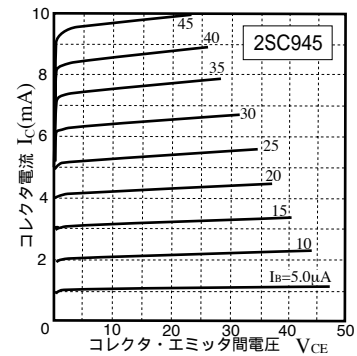

図6
(D) **A級増幅** 図6に代表的なトランジスタの特性図( $V_{CE}-I_C$ 特性図)を示す。
- ①回路盤に何も接続されていない事および電源スイッチが OFF であることを確認して、電源プラグをコンセントに差し込む。
- ②  $R_B$ 、 $R_C$  を左（反時計方向に）いっぱい回しておく。 $R_o$  は 0 に合わせる。
- ③メーター（V、mA、 $\mu A$  計）をそれぞれ回路盤の対応する端子に、極性を間違わないように接続する。この時、メーターが正しく 0 を指していることを確認する。
- ④ピン接続を間違わないようにトランジスタをソケットに差し込む。
- ⑤配線コードの接続をもう一度確認した上で電源スイッチを ON にする。この時、メーターが3つとも振れなければよい。さもなくば直ちに電源を OFF にし、③から接続を再確認する。
- ⑥  $R_C$  を少し右に回し、 $V_{CE}$  を 1V 程度にする。
- ⑦次に  $R_B$  を右に回して  $I_B=5\mu A$  とし、 $V_{CE}=0.5 \sim 12V$  までの間で  $I_C$  を測定する。
- ⑧同様にして、 $I_B=10 \sim 45\mu A$  についても測定し、図6のような  $V_{CE}-I_C$  曲線の図を作成する。 $I_B$  の測定間隔は  $5\mu A$  がよい。